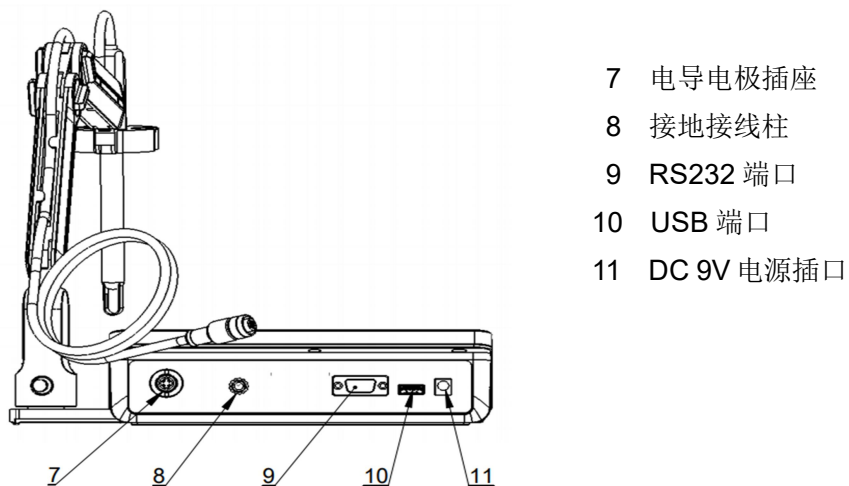

图 4-2 仪器背面示意图
- 2) 在仪器的背面找到测量电极插座（7）（图 4-2），然后，将电导电极的插头插入测量电极插座（7）（图 4-2）